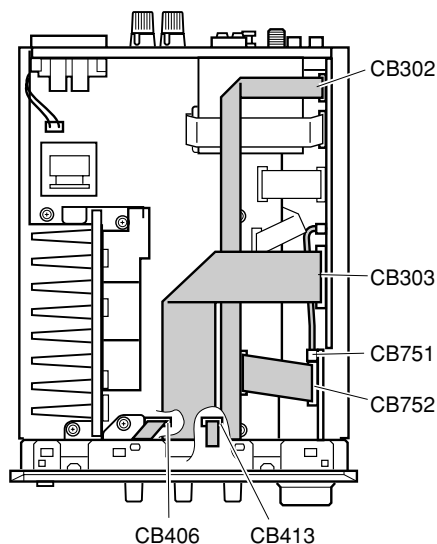

Fig. 2
- Disconnect cables from Connectors (CB752, CB751, CB413, CB406, CB303, CB302) in Fig. 2.
- コネクタ (CB752、CB751、CB413、CB406、CB303、CB302) からケーブルを外します。(図2)